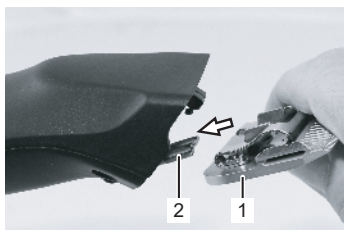

Fig. 17
6. Con la tosatrice accesa, inserisca la testina scelta nella cerniera del pettine e la ribalti con una leggera pressione (fig. 17, 18, 19).